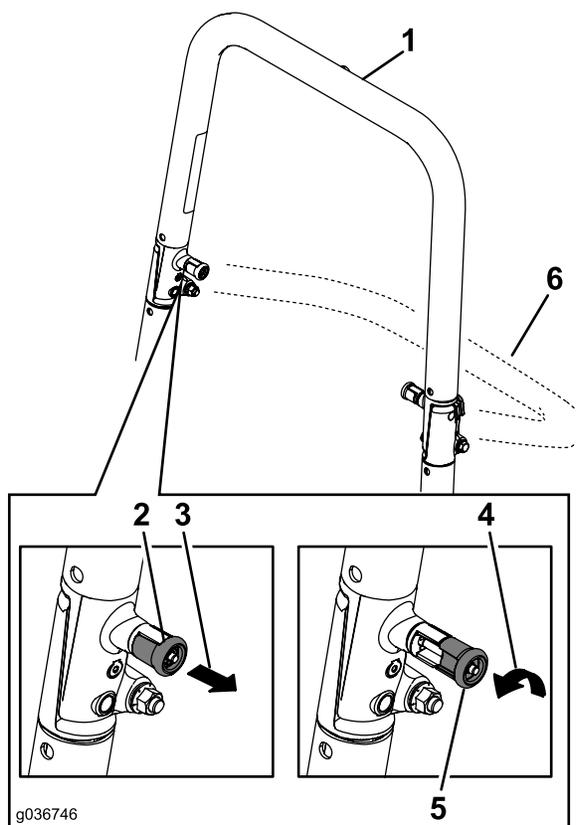
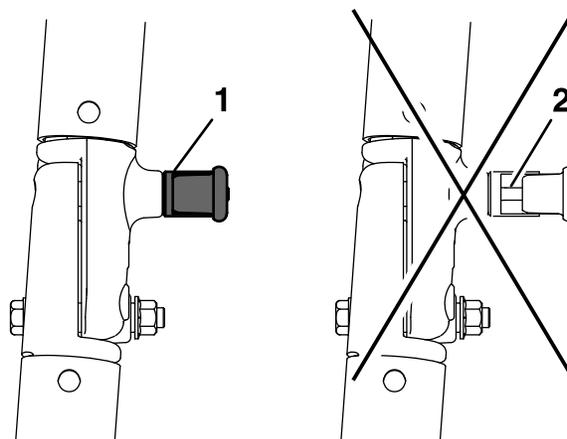

Figure 55
Figure 56
**Remarque:** Il faut parfois pousser en avant ou tirer en arrière la partie supérieure de l'arceau de sécurité pour engager complètement les deux boutons (Figure 55 et Figure 56).